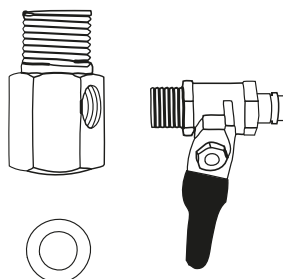

Рис. 11
2.1. Соберите узел подачи воды путем соединения шарового крана с тройником, как показано на **рис. 11**. Используя ленту ФУМ, вверните кран подачи воды в тройник. Будьте предельно осторожны при подсоединении крана — чрезмерное усилие повредит его резьбу. Используйте только гаечный или малый разводной ключ. Не используйте другие материалы для герметизации соединения.